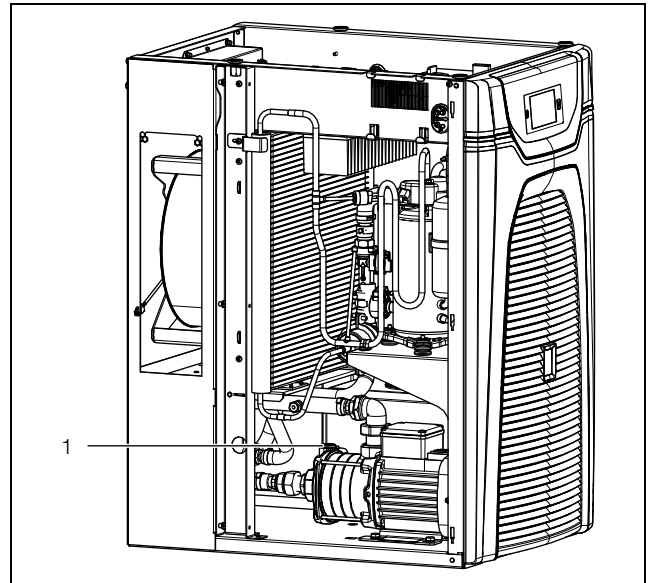

Fig. 42: Spurgare la pompa del mezzo frigorifero
- Spurgare la pompa del fluido frigorifero (quando non è in funzione) allentando la vite di sfiato (fig. 42, pos. 1). La pompa è riempita non appena il mezzo frigorifero defluisce dalla vite di sfiato.